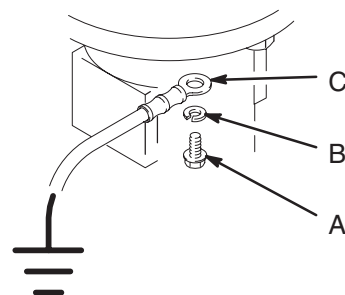

Fig. 2
Retire el tornillo (A) y la arandela de seguridad (B) de conexión a tierra. Vea la Fig. 2. Sujete el terminal del cable de conexión a tierra (C) al agitador, utilizando el tornillo y la arandela de seguridad. Conecte el otro extremo del cable de conexión a tierra a una tierra verdadera. Pida la ref. pieza 222011, cable y abrazadera de conexión a tierra.